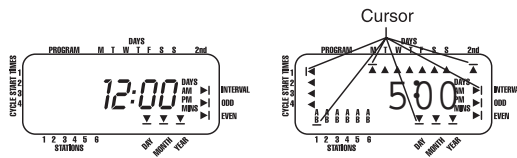

FIGURA 3: Display a cristalli liquidi con le relative informazioni
- Portare il disco combinatorio sulla posizione **TIME/DATE** [vedere figura 3].
- Un cursore lampeggiante apparirà sotto la freccia dell'anno, mese e della data quando si effettua la programmazione [vedere figura 3].